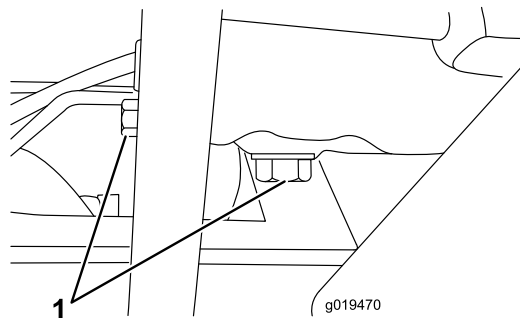

Figura 51
1. Togliete il tappo di spurgo (Figura 51) e lasciate defluire l'olio in una bacinella. Quando l'olio cessa di defluire, rimontate il tappo.